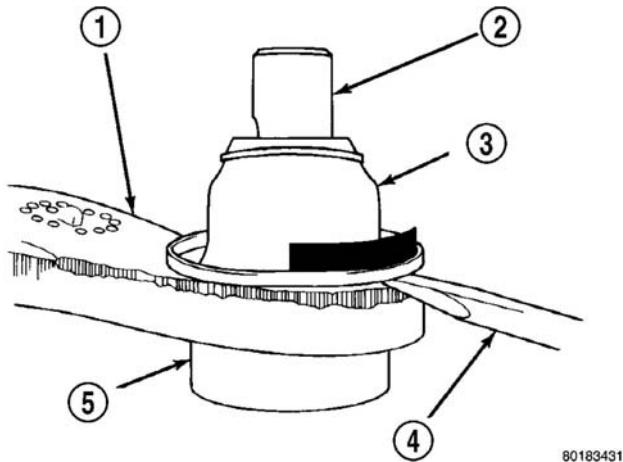

图 17 球头密封套的拆卸 (典型)
(1) 从车上卸下转向节。(参见 2—悬架系统 / 前 / 转向节—拆卸)
(2) 使用螺丝刀或其它合适的工具, 从球头处撬下密封套。(图 17)。